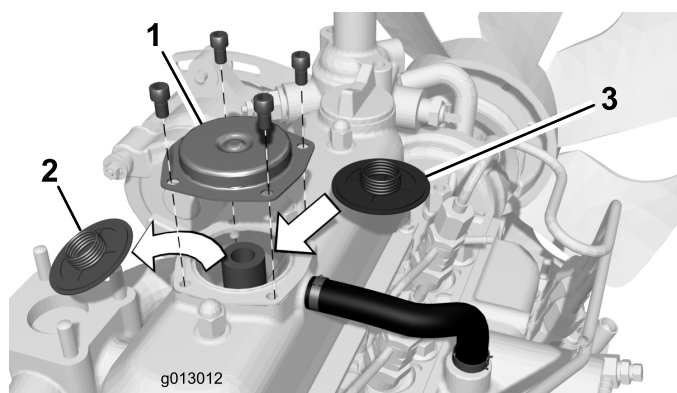
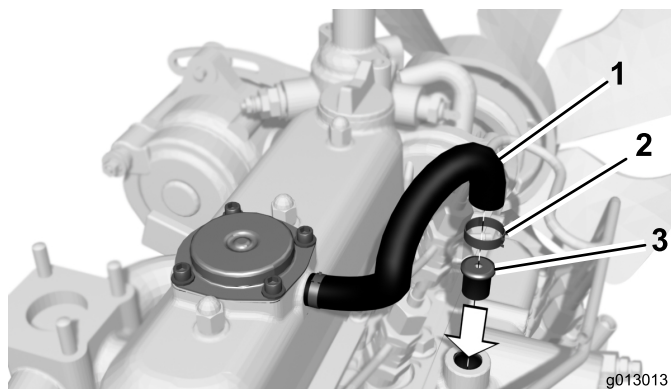

Figure 1
Figure 2
3. Nettoyez les débris sur et autour du couvercle de reniflard sur le couvre-culasse (Figure 1).
8. Déposez le collier qui fixe le tube de reniflard au tuyau de reniflard dans le collecteur d'admission (Figure 2). Sortez le tube du tuyau.
9. Insérez le nouvel orifice d'admission dans le tuyau de reniflard (Figure 2).
4. Retirez les (4) vis qui fixent le couvercle de reniflard au couvre-culasse (Figure 1). Déposez le couvercle de reniflard.
- Important:** Pour éviter que des saletés ne pénètrent dans le moteur, éliminez les débris présents sur le reniflard avant de le déposer de l'ouverture dans le couvre-culasse (Figure 1).
5. Déposez le reniflard existant de l'ouverture du couvre-culasse (Figure 1).
6. Posez le reniflard neuf, reposez le couvercle de reniflard et fixez-le avec les (4) vis retirées précédemment.
7. Éliminez les débris éventuellement présents sur et autour du point de raccordement du tube de reniflard au tuyau de reniflard (Figure 2).